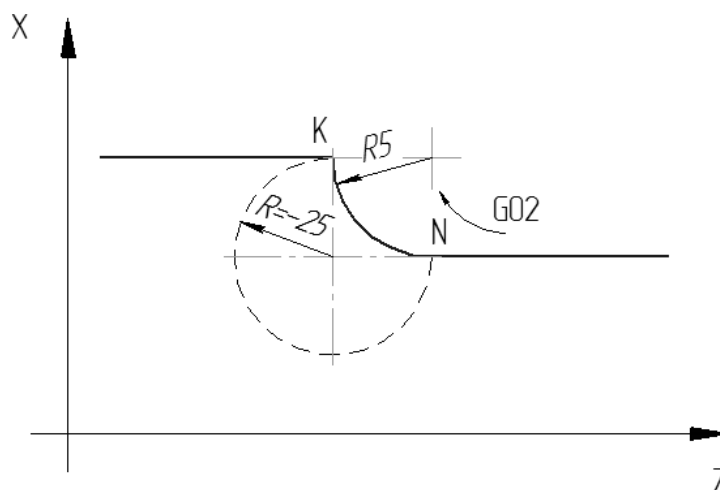

Рисунок 3 - Определение направления перемещения по дуге окружности
- ввод **R** с положительным знаком дает дугу  $< 180^\circ$ , с отрицательным знаком дает дугу  $> 180^\circ$  (рисунок 3).